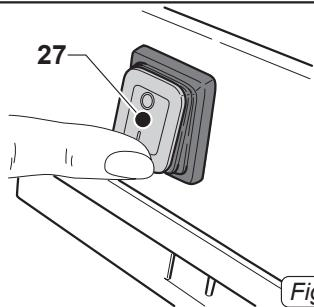

Fig. 16
- Проверьте если переключатель (27 Рис.16) находится в положении «0».